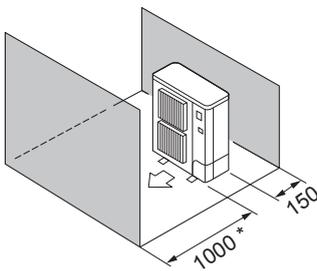

Fig. 2-6
- ⑤ Hindringer kun foran og bak (fig. 2-6)